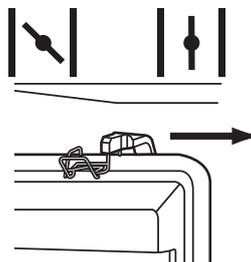

Abb. 14
**HINWEIS:** Wenn der Stromerzeuger zum ersten Mal betankt wird oder wenn der Stromerzeuger zuvor bis zur vollständigen Entleerung betrieben wurde, so ziehen Sie 10 -15 Mal den Seilzugstarter (12), um die Leitungen und den Vergaser zunächst mit Kraftstoff zu füllen. Achten Sie dabei darauf, dass der Kraftstoffhahn (15) auf „ON“(ein) steht. Beginnen Sie dann wie beschrieben den Startvorgang.
4. Halten Sie den Griff am Seilzugstarter (12) gut fest und ziehen Sie mit einem kräftigen Ruck daran.
7. Stellen Sie den Choke-Hebel (16) nach kurzem Warmlaufen des Motors wieder zurück auf „“ (Abb. 14).